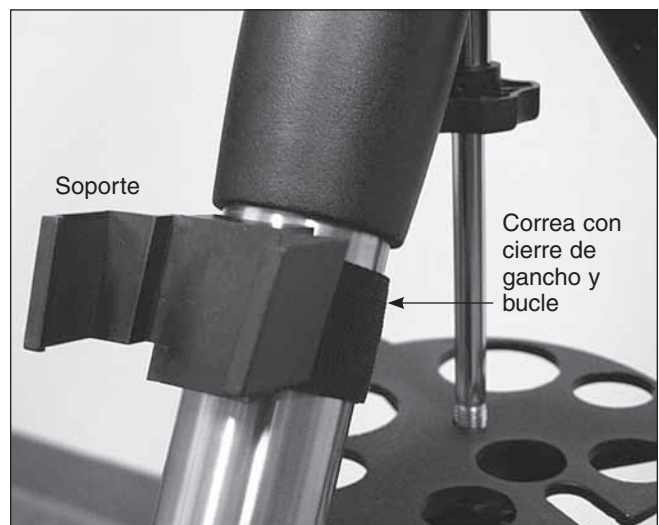

Figura 4. El soporte del controlador de mano debe fijarse a una pata del trípode.
- Sujete el soporte del controlador de mano incluido a una pata del trípode encima de la bandeja de soporte central del trípode utilizando la correa de gancho y bucle, como se muestra en la **figura 4**.